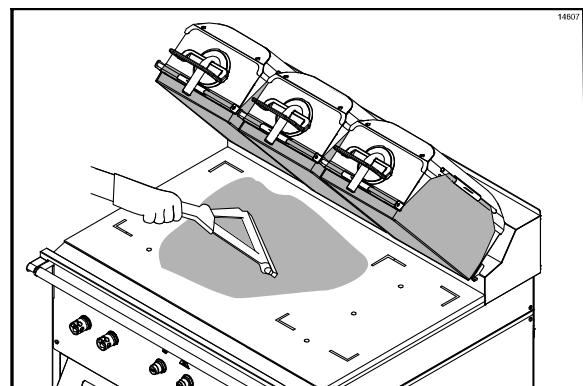

Figura 15
6. Usando um rodo de limpeza, espalhe os flocos sobre a área de cozimento. (Veja a Figura 15.)